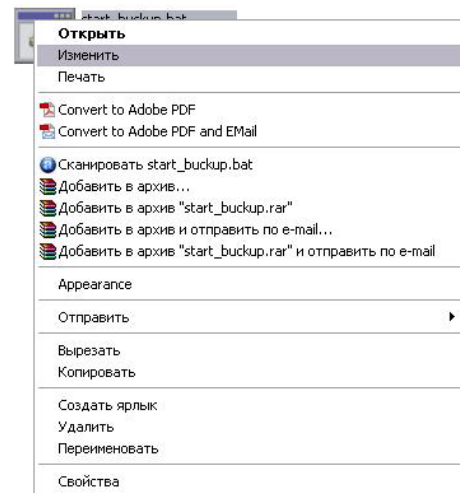

Рисунок 8.21 — Переход к редактированию файла
- Откройте командный файл для редактирования (см. рисунок 8.21).